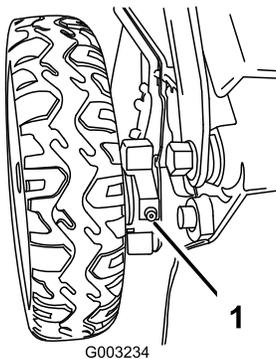

Bild 40
- Wischen Sie die Schmiernippel innen an den Hinterrädern mit einem sauberen Lappen ab (Bild 40).